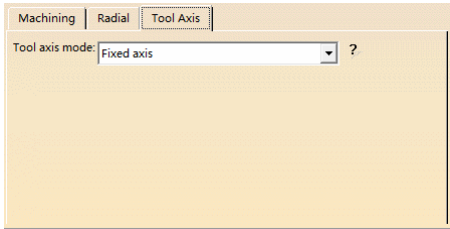

图 4-21 “Tool Axial” 选项卡
- 在“Tool Axis”选项卡（1）的“Tool axis mode”下拉列表中选择“Fixed axis”，如图 4-21 所示。